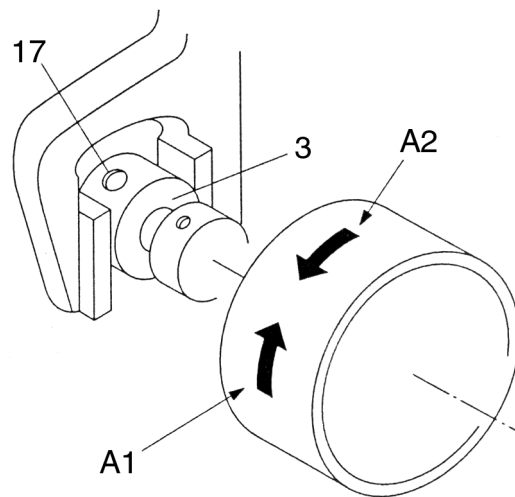

Рис. 18
- Ослабьте винты 15 крепления подъемно-толкающего эксцентрика 3 (рис. 18).